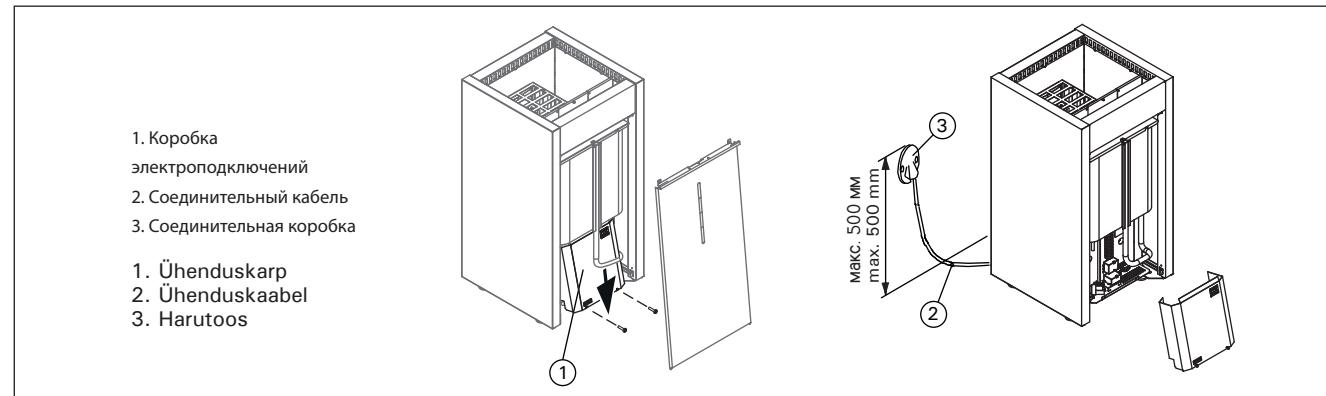

Рисунок 9. Установка каменки
- Каменка гибким проводом подсоединяется к соединительной коробке (рис. 9: 3) на стене сауны. Соединительная коробка должна быть брызгозащищенной и находиться на расстоянии не выше 500 мм от пола.
- В качестве кабеля (рис. 9: 2) следует использовать резиновый кабель типа H07RN-F или подобный. **ВНИМАНИЕ!** Использование кабеля с ПВХизоляцией запрещено вследствие его разрушения под воздействием тепла.
См. рис. 9.